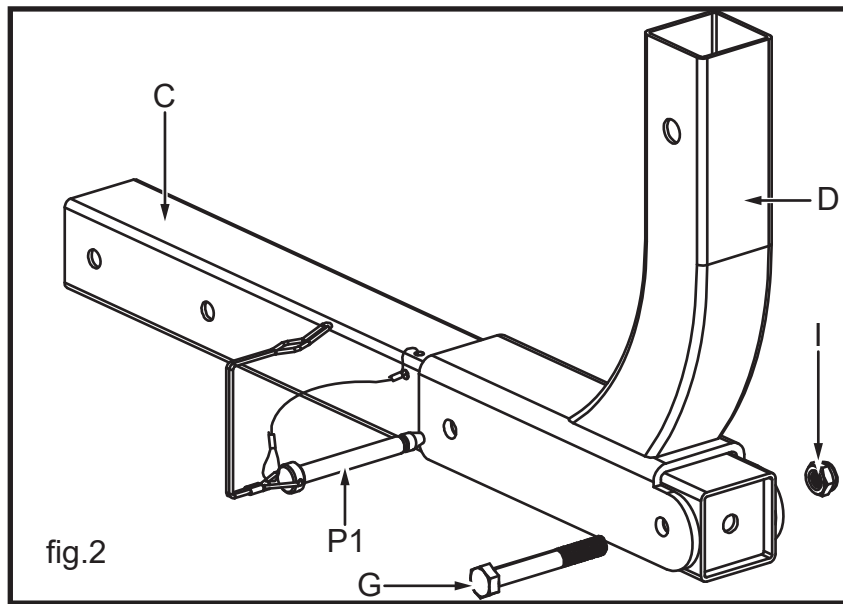

fig.2
1. Insert the lower mast tube (C, fig.2) into the L-shaped hitch connector (D, fig.2), making sure to align the bolt holes at the bottom of each.
2. Secure the lower mast tube to the L-shaped hitch connector using the 3/8"-16 x 3" bolt (G, fig.2) through the bottom holes and a 3/8"-16 nylock nut (I, fig.2).
3. Insert the clevis pin (P1, fig.2) - attached to the lower mast with a cable lanyard - through the upper hole in the L-shaped hitch connector and press the locking clip onto the protruding end of the pin to prevent its coming out.
1. Insérez le mât inférieur tube (C, fig.2) dans l'attelage en L connecteur (D, fig.2), en veillant à aligner les trous de boulons au bas de chacun.
2. Fixez le tube du mât à l'attelage en L du connecteur à l'aide du Boulon 3/8 "-16 x 3" (G, fig.2) à travers des trous inférieurs et d'un écrou nylock 3/8 "-16 (I, fig.2).
3. Insérez la goupille (P1, fig.2) - attacher au mât inférieur avec une longe de câble la partie supérieure trou dans le connecteur d'attelage en L et appuyez sur la barrure de verrouillage sur l'extrémité saillante de la goupille pour éviter sa sortie.